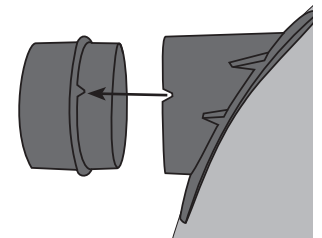

figure 3
2. Remove the adaptor from the left air intake (**figure 3**).
Retirer l'adaptateur de l'entrée d'air gauche (**figure 3**).